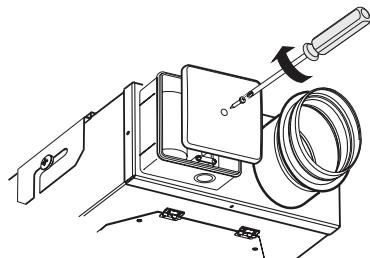

Fig. 18
4. Reemplace la barra de abrazaderas, ajuste la terminal e instale la tapa en la caja de terminales (Fig. 18).